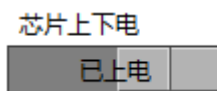
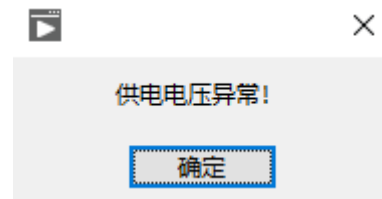

图 5.1.6 芯片上电后指示灯亮常亮图
图 5.1.7 芯片上电异常后弹出报警框
- 单击“芯片上下电”下方的按钮，对芯片做上电操作，当上电成功时，上电指示灯绿灯常亮（图 5.1.6）；当上电失败时，界面跳出弹窗显示上电异常（图 5.1.7），此时需要检查芯片及硬件连接后重新尝试上电操作。